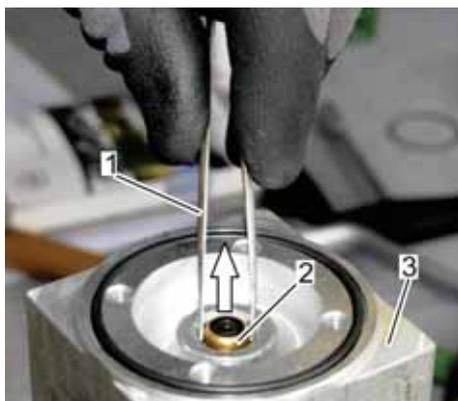

Abb. 38: Kolben entnehmen
- 17. Mit einem geeigneten Werkzeug (Abb. 38/1) den Kolben (Abb. 38/2) aus dem Gehäuse (Abb. 38/3) nehmen.